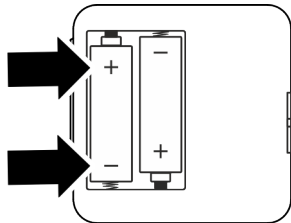

Fig. 5: Insertion des piles
3. Insérer les 2 piles alcalines de type 1,5 V AA LR6 dans le couvercle du boîtier en respectant la polarité (Fig. 5).
5. Insérer les 2 piles alcalines de type 1,5 V AA LR6 dans le couvercle du boîtier en respectant la polarité (Fig. 5).